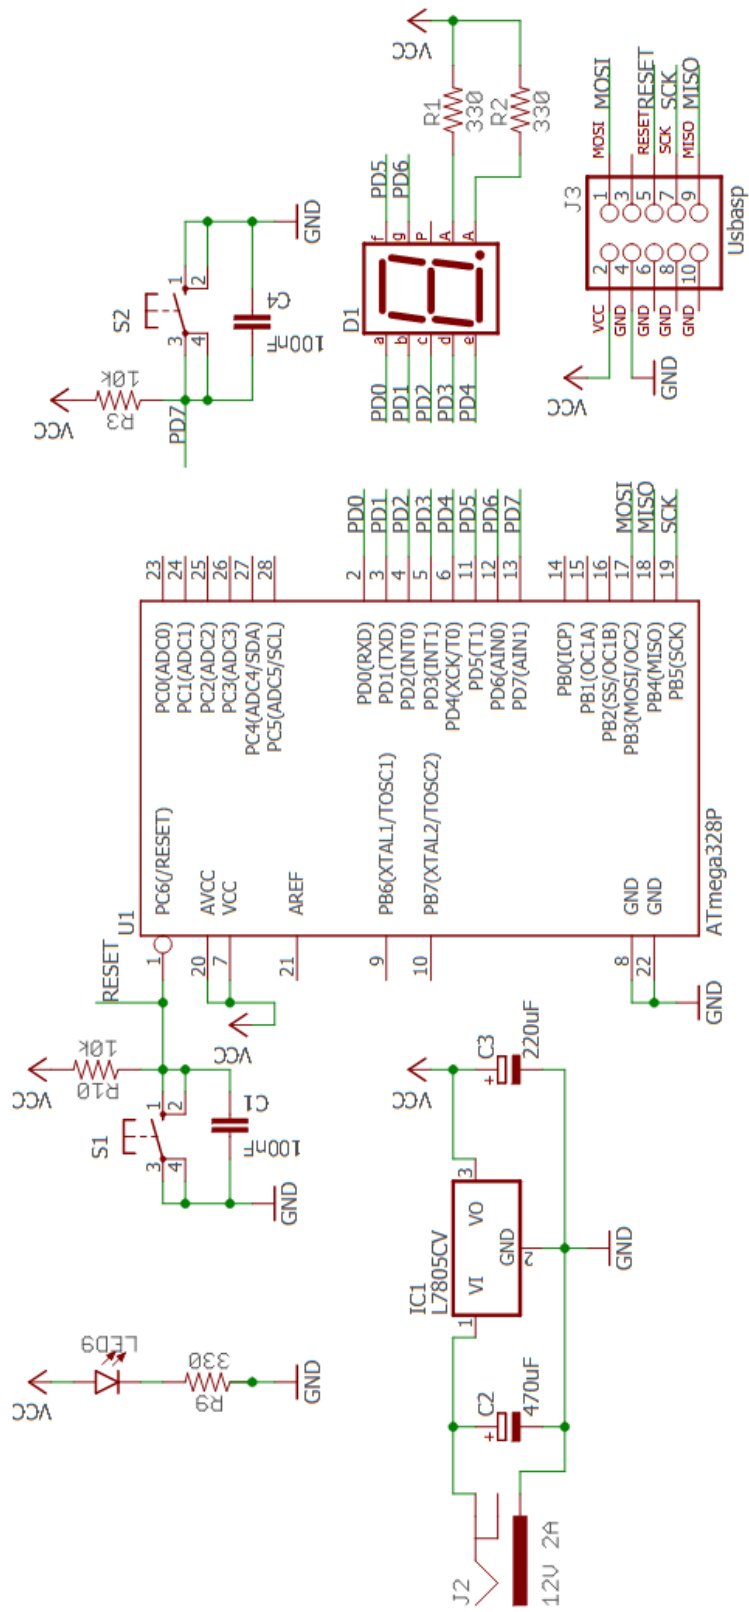

Figura 3.2: Conexión de la práctica 3.
- Conecte el diagrama de la práctica 3 de acuerdo a la Figura 3.2: